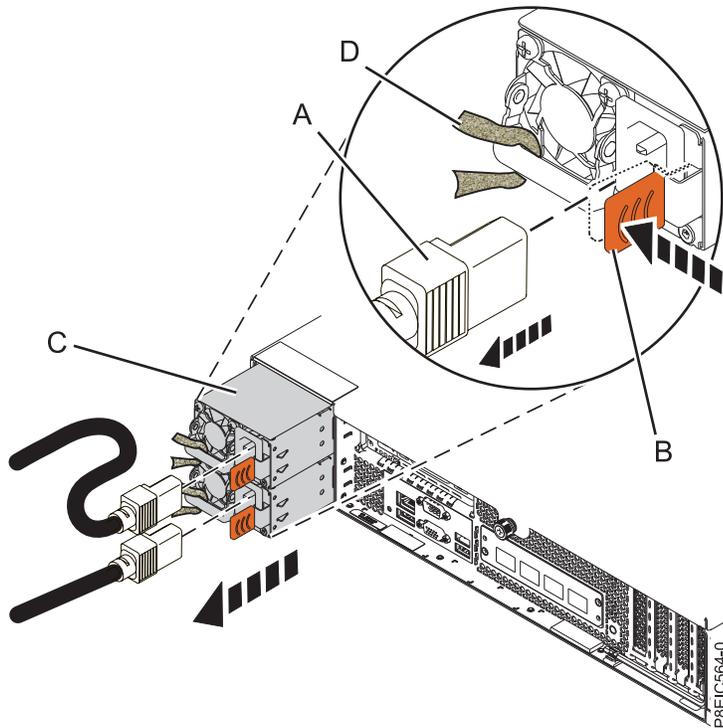

Figure 116. Retrait des cordons d'alimentation du système
4. Étiquetez et déconnectez les cordons d'alimentation de l'unité centrale. Voir la figure 116, à la page 118.